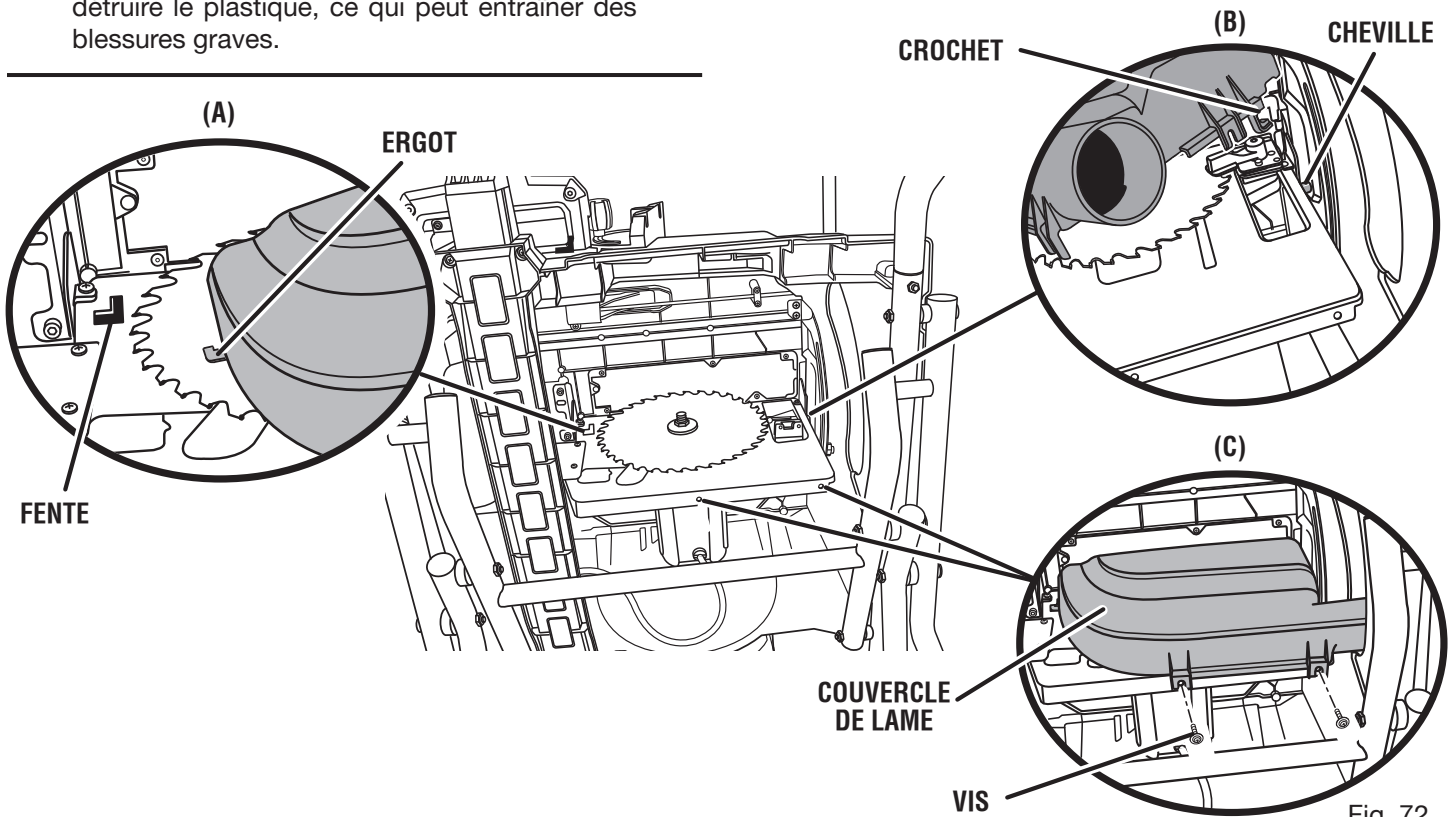

Fig. 72
- Desserrer les vis. Soulever et retirer le couvercle du lame. Nettoyer la poussière de sciure et les puces de bois de le couvercle du lame. Fermeture et obtenir. (Voir la figure 72.)